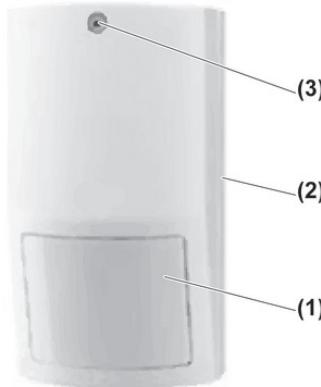

Bild 1: Enhetens komponenter
- Lossa fästsruven (3) (bild 1).